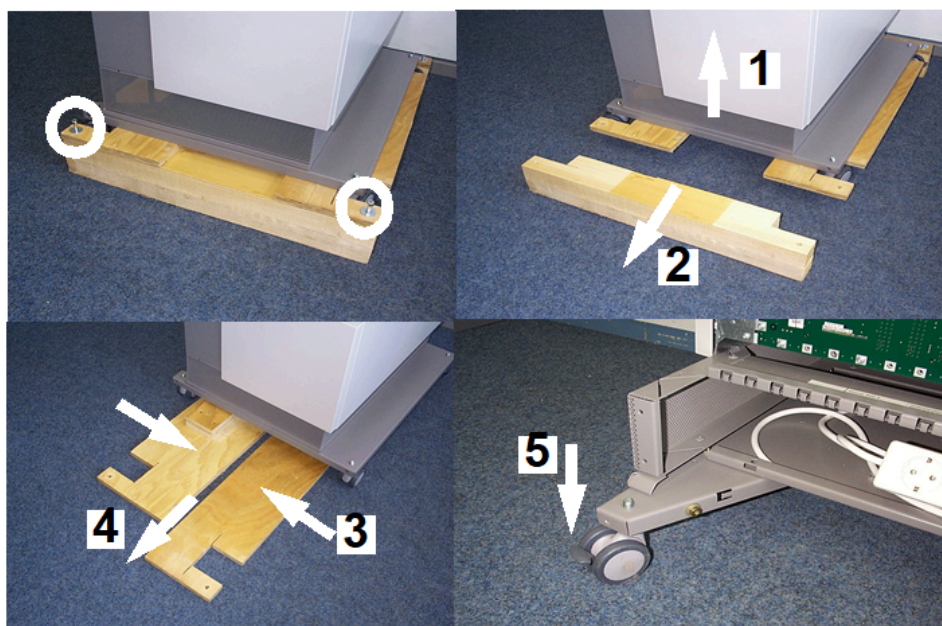

Figura 8: Retirar as paletas (sistema com base de rodas)
- 1) Soltar o parafuso na tampa superior do sistema com uma chave de fenda (ver Figura 8 e Figura 9).